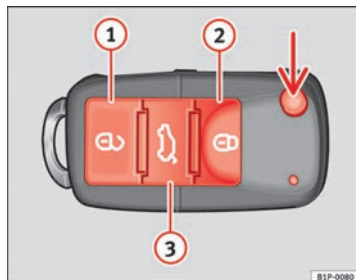

Fig. 45 Tasti della chiave con telecomando
Con il tasto → fig. 45 (freccia) del telecomando, si sblocca lo scatto della chiave.
Sblocco del veicolo [2] → fig. 45 ①.
Tasto di chiusura [1] → fig. 45 ②.
Sblocco del portellone posteriore. Tenere premuto il tasto [3] → fig. 45 ③ fino a quando lampeggiano brevemente tutti gli indicatori di direzione. Dopo aver premuto il tasto di sblocco [2] ①, si hanno 2 minuti per aprire il portellone. Una volta trascorso questo periodo si blocca di nuovo.
- Premere il tasto  ② ⇒ fig. 45 del telecomando.
- Premere il tasto  ① ⇒ fig. 45 del telecomando.